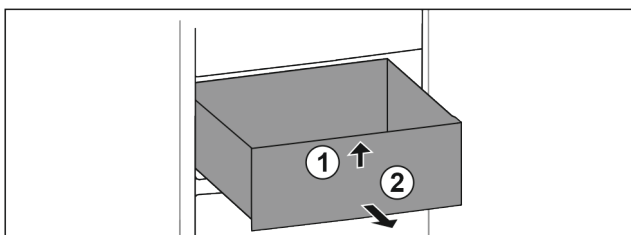

Fig. 27
- ▶ Lyft upp utdragslåda fram till. Fig. 27 (1)
- ▶ Ta ut utdragslåda genom att dra den framåt. Fig. 27 (2)